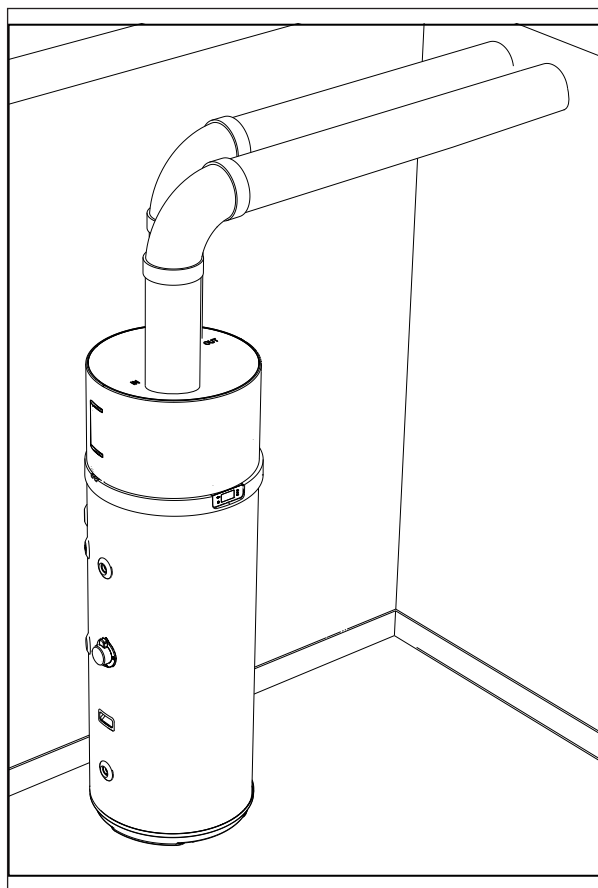

fig. 25
- ENTRADA y SALIDA canalizadas (“fig. 25” en la pág. 80 y “fig. 26” en la pág. 81)